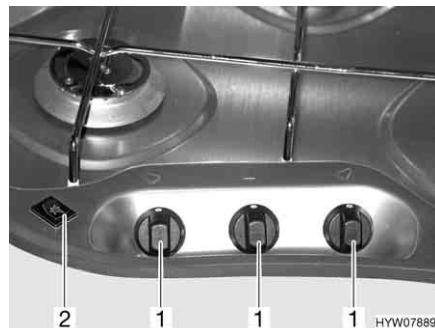

Fig. 123 Elementi di comando del fornello a gas
- Ruotare il pomello girevole (Fig. 123,1) dell'impianti a fiamma libera desiderato in posizione accesa (fiamma alta).
- Premere l'interruttore a bilico (Fig. 123,2). Sul bruciatore vengono prodotte scintille.